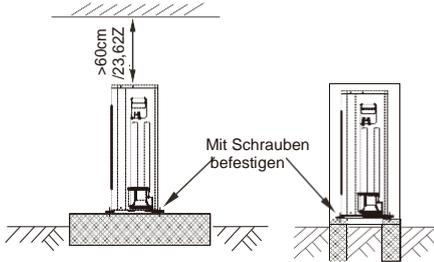

Abb. 6-15
- Bauen Sie ein Betonfundament gemäß den Spezifikationen der Außeneinheit. (Siehe Abb. 6-15)
- Schrauben Sie die Füße der Einheit fest an, damit sie bei Erdbeben oder starkem Wind nicht umfallen kann. (Siehe Abb. 6-15)